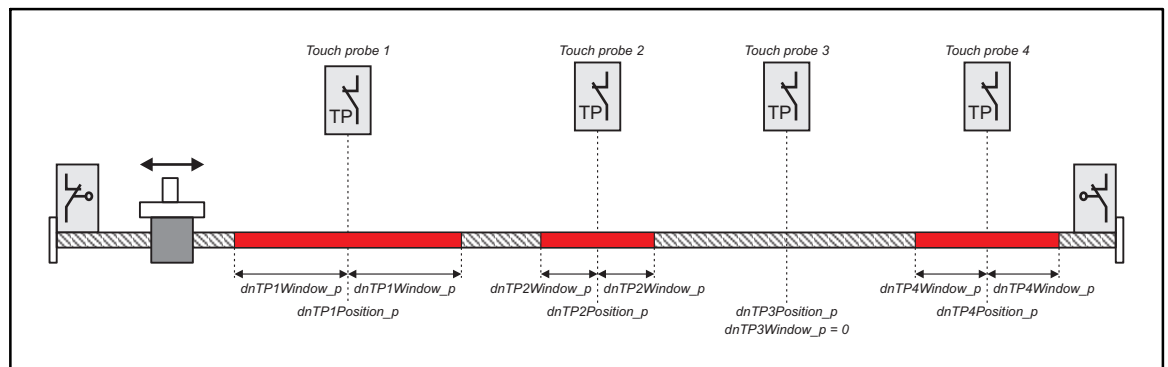

Abb. 2-19
- Wird die Fenstergröße auf 0 [inc] gesetzt, so wird der Touch-Probe-Kanal unabhängig von der Istposition verarbeitet. (Siehe Abb. 2-19, Touch-Probe 3)